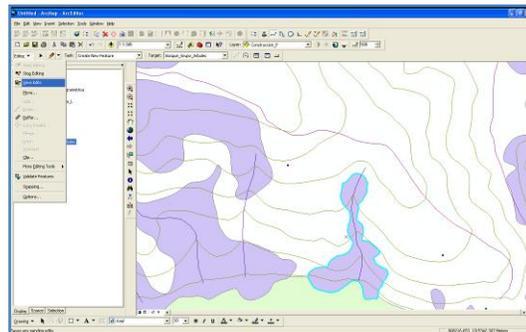

Figura 46. Creación elemento
4. De click derecho para salir de la captura en DAT/EM Summit Evolution, sitúese en el visor de ArcMap y oprima F2 para confirmar la creación del elemento, cuando se termine de dar forma al elemento a capturar. (Ver Figura 46).